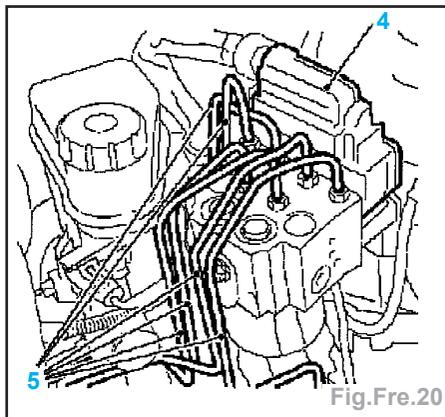
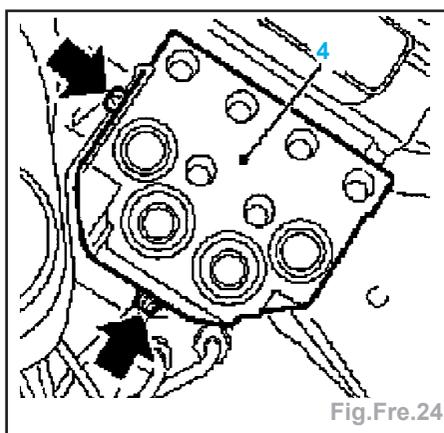

Fig.Fre.20
Fig.Fre.24
- Démontez le connecteur d'ABS (4) de l'appareil de commande du groupe hydraulique (Fig.Fre.20).
- Démontez toutes les conduites de frein (5) du groupe hydraulique.
- Démonter le connecteur d'ABS (4) de l'appareil de commande du groupe hydraulique (Fig.Fre.20).
- Démonter toutes les conduites de frein (5) du groupe hydraulique.
- Démonter le groupe hydraulique (4) du support du groupe hydraulique (flèches) (Fig.Fre.24).